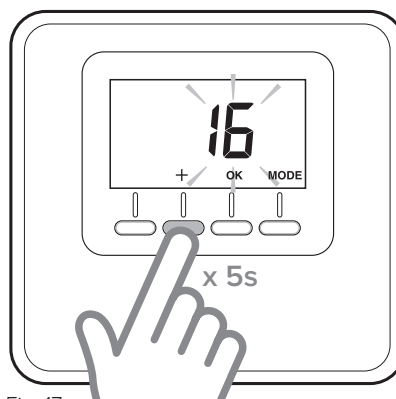

Fig. 17
- Apăsați tasta “+” de pe senzorul de mediu (Fig. 17) timp de 5 secunde. Ecranul arată, alternativ, versiunea de software și sumarul modificării